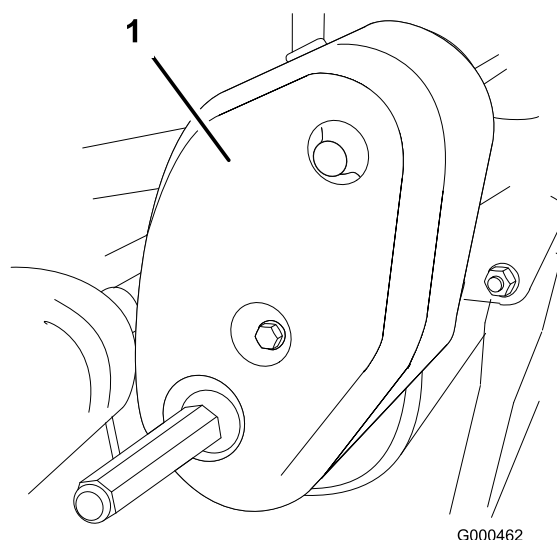

Bild 38
1. Nehmen Sie die Befestigungsschrauben der Riemenabdeckung und die Riemenabdeckung ab, um den Riemen zugänglich zu machen (Bild 38).